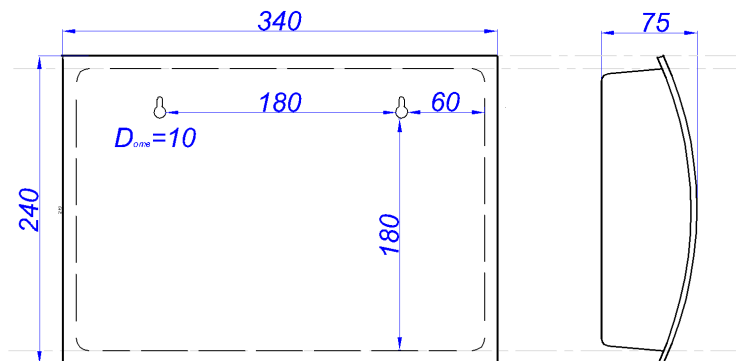

Рис. 1. Габаритные размеры
1. Закрепите блок на стене технического помещения при помощи крепежа. Снимите лицевую панель устройства. Для этого полностью выкрутите крепежные винты снизу и потяните лицевую панель корпуса немного на себя и затем вниз (Рис. 1).